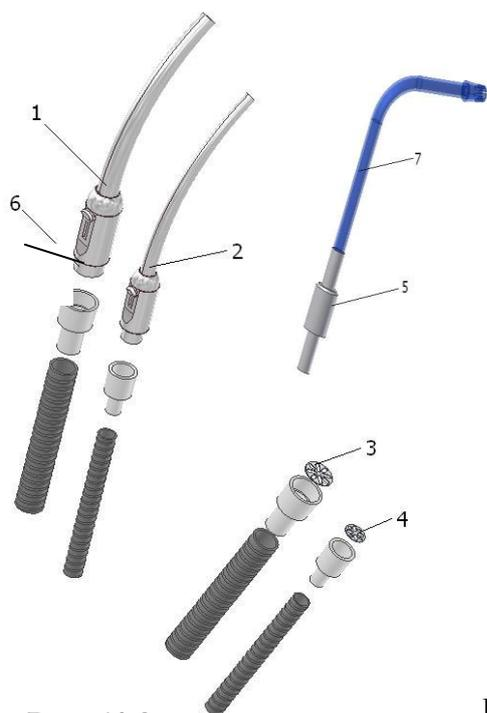

Рис. 10.2
- Фильтры внутри большого и малого аспираторов на консоли ассистента (рис. 10.2)